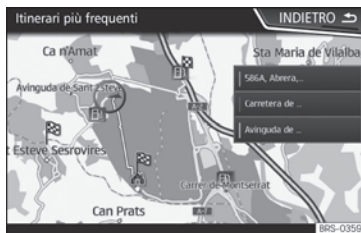

Fig. 207 Navigazione predittiva
- Nella schermata principale del menu di navigazione, premere sulla finestra pop-up il tasto **Percorsi frequenti**. Per visualizzare i percorsi abituali, premere il tasto **Mostra sulla cartina** » **fig. 207**.